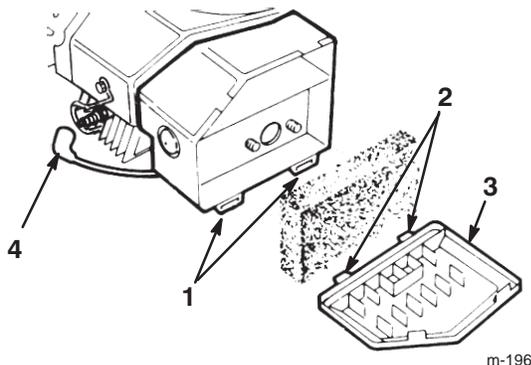

Figure 6
- Introduisez les languettes inférieures du couvercle dans les fentes (Fig. 6).
- Rabattez le couvercle vers le haut et enclenchez-le en position (Fig. 6).
1. Branchez la bougie (Fig. 6).